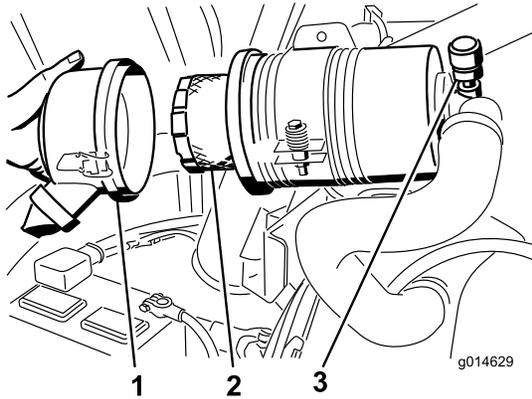

Figura 61
3. Retire y cambie el filtro (Figura 61).